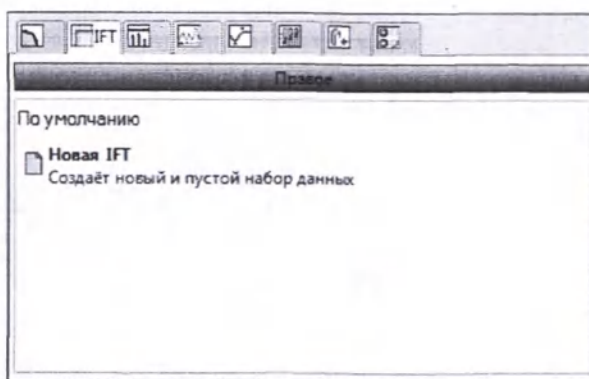

Рис. 58 Диалоговое окно открытия задачи «Телеметрия»
1. При нажатии кнопки Новая задача открывается диалоговое окно задачи, показанное на рис. 58, в котором можно выбрать вкладку «IFT» и открыть IFT щелчком символа Новая IFT.